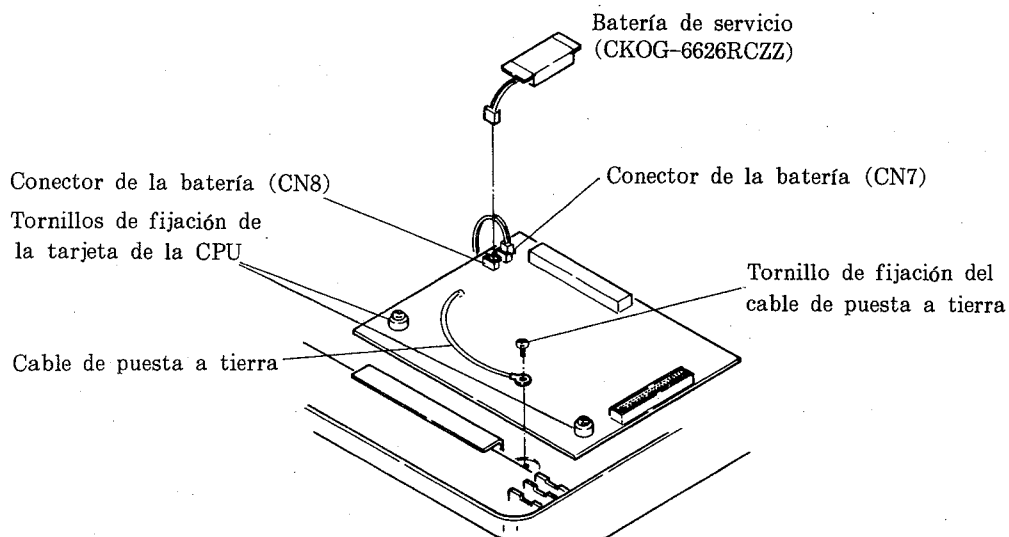

Figura 16
- (7) Desconecte todos los conectores en la tarjeta de la CPU excepto el de la batería de servicio. (Tenga cuidado de no desconectar la batería de servicio.)
- (8) Extraiga los tornillos de fijación de la tarjeta de la CPU (2 piezas) y el tornillo de fijación del cable de puesta a tierra (1 pieza), y extraiga la tarjeta de la CPU de la tapa inferior. (Vea la figura 16 de arriba.)